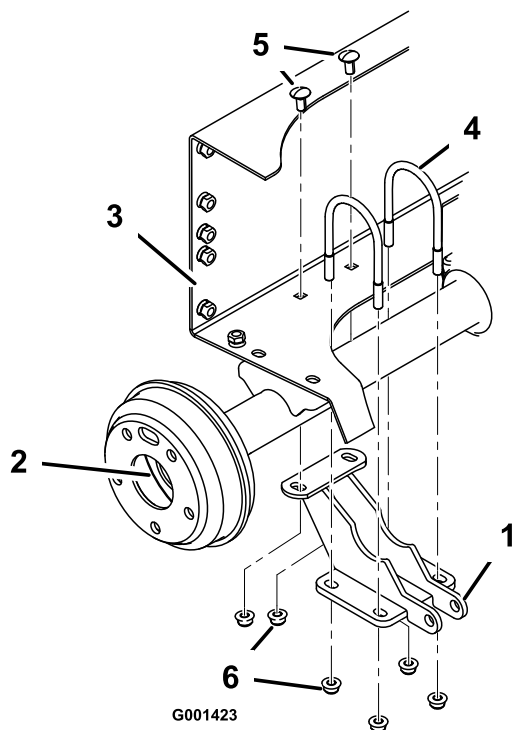

Figura 10
1. Montate, senza fissarlo troppo saldamente, il supporto del cilindro di sollevamento sull'estremità destra del ponte posteriore con 2 bulloni a U e 4 dadi flangiati (3/8 poll.) allineando contemporaneamente i fori di fissaggio con i fori nel vassoio della batteria (Figura 10).
- Fissate il supporto del cilindro di sollevamento al telaio posteriore con 2 bulloni a testa tonda (3/8 x 1 poll.) e 2 dadi flangiati (3/8 poll.). Serrate uniformemente i 4 dadi flangiati sui bulloni a U in modo che la staffa sia allineata all'assale. Serrate i due dadi per fissare il retro della staffa al telaio posteriore (Figura 10).